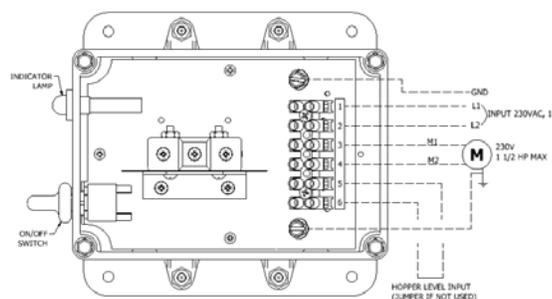

FIGURA 3
3. Ver (Figura 3) para el diagrama de alambrado para conexiones externas.
6. Si **no** se va a usar un **Control Interruptor de Nivel de la Tolva**, coloque puente de alambre entre las terminales (5) y (6).